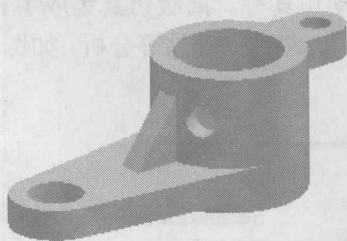

图 1-1 实体模型
(1) 实体建模: 基于特征的参数化建模, 方便、快捷地创建基本的实体模型和常用的工程产品特征孔、凸台、倒圆、倒角等。应用参数驱动创建的模型便于修改, 可实现按需可变, 如图 1-1 所示。